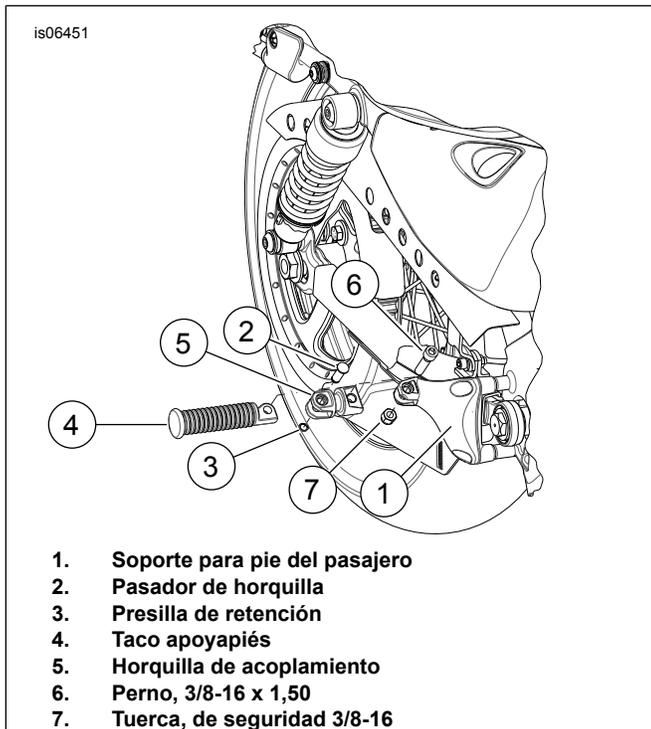

Figura 1. Instalación de la horquilla de acoplamiento
4. Vea Figura 1. Instale la horquilla de acoplamiento (5) en cada soporte de pie del pasajero (1) usando los elementos de sujeción que están en el kit de alforjas (6 y 7). Apriete la tuerca a 13,6–21,7 N·m (10–16 ft·lbs).
5. Instale el taco apoyapiés del pasajero (4) en la horquilla de acoplamiento (5) de acuerdo con las instrucciones en el kit de soportes para pies del pasajero usando los pasadores (2) y presillas de retención (3).